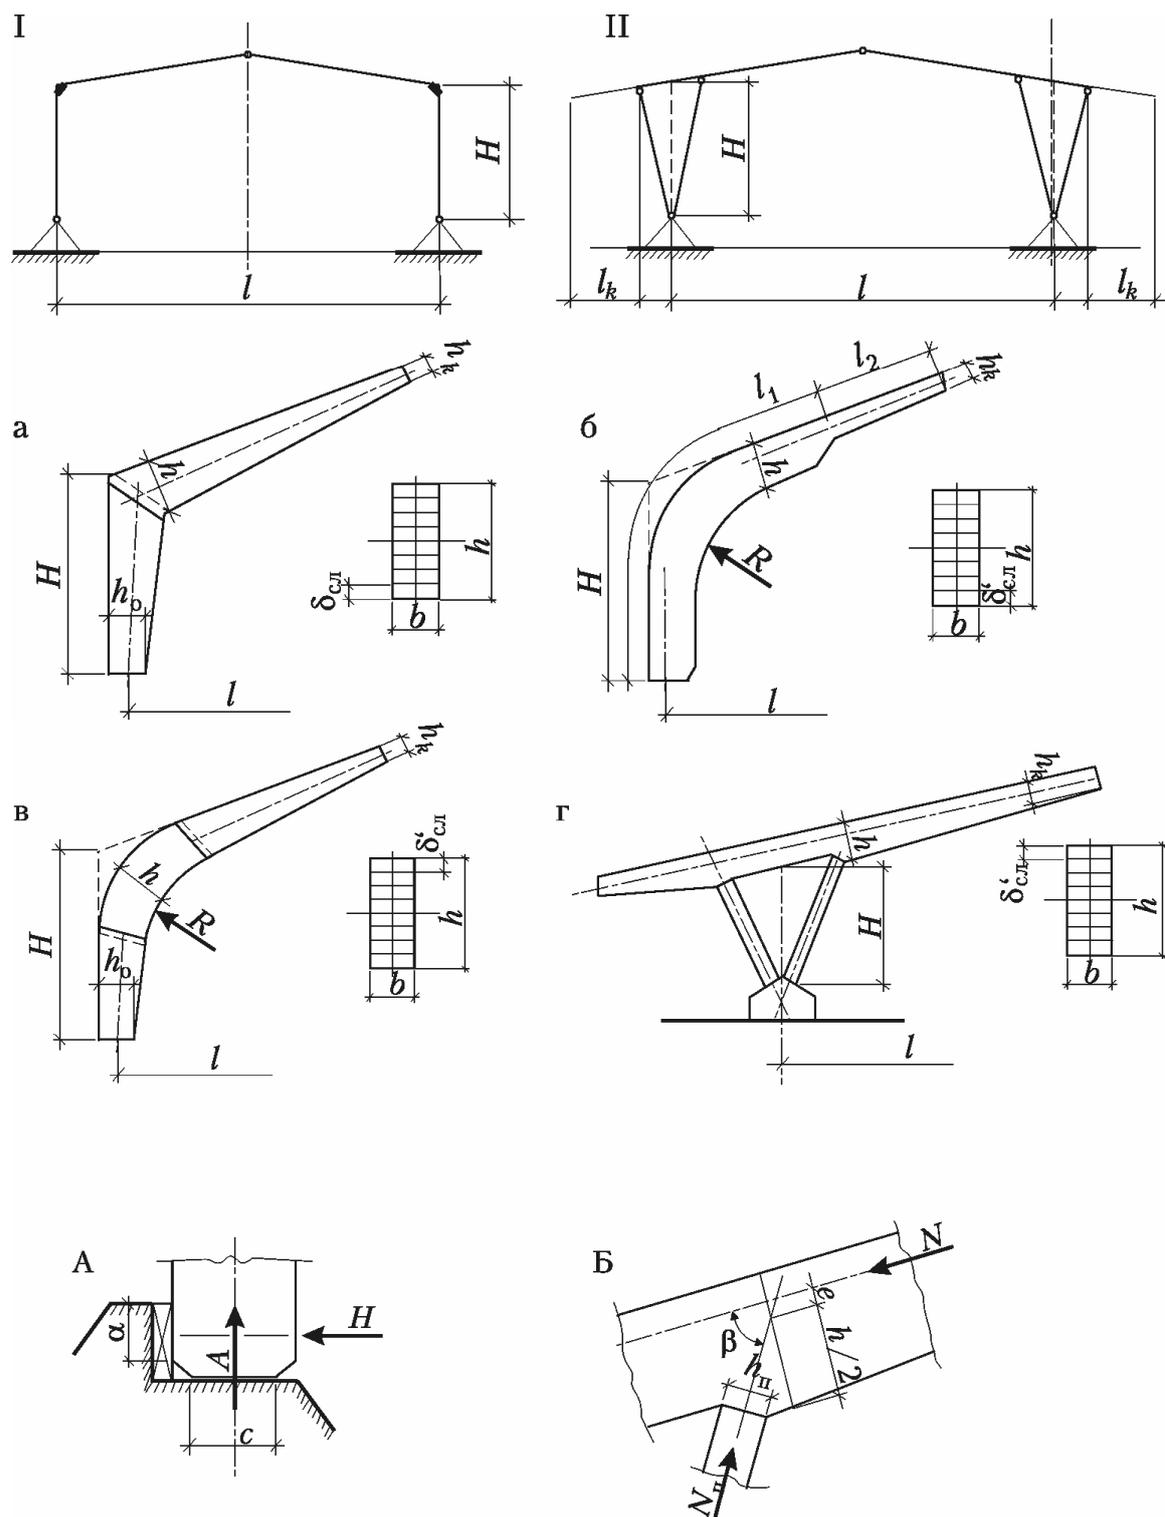

Рис. 4.30. Статические схемы, конструкции и узлы рам
1-34. Выполните тестовое задание (табл. 4.27) на знание вопроса о проектировании рам из клеёных блоков (рис. 4.30). Ответ запишите в соответствующую ячейку билета.
Для рам со статическими схемами I и II (рис. 4.30) напишите
Применительно к раме (рис. 4.30, а)
Применительно к раме (рис. 4.30)
6. При расчёте на устойчивость плоской формы деформирования рам рис. 4.30, а расчётную длину ригеля и стойки следует принимать равной длинам их внешних подкреплённых кромок, если угол между осями стойки и ригеля
7. В рамах рис. 4.30,а нормальные напряжения следует проверять в сечениях, нормальных к оси ригеля или стойки, у вершины внутреннего угла и в сечении ...
8. В рамах рис. 4.30,в нормальные напряжения следует проверять в криволинейной вставке (в сечении с M_{\max}) и в сечениях
9. В рамах рис. 4.30,г напряжения σ проверяются в сечениях, нормальных к оси ригеля, у концов откосов и
10. Проверку рам по τ следует делать в опорных сечениях стоек, а в рамах рис. 4.30, г – в ... сечениях ригеля.
14. Несовпадение центров тяжести сечений с геометрической осью рамы (см. рис. 4.30, б, г) учитывается в расчёте корректировкой
15. Основным достоинством рам рис. 4.30,а в сравнении с другими является повышенная технологичность изготовления, основным недостатком –